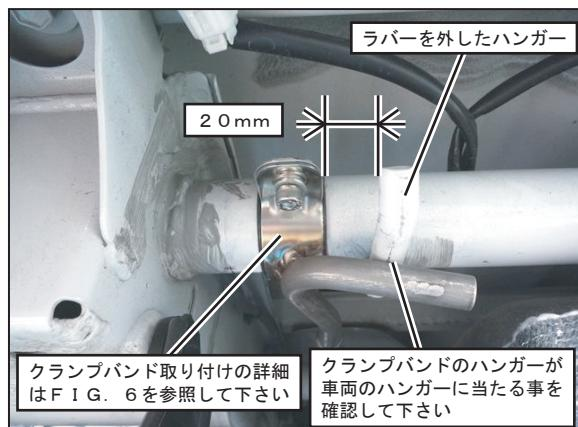

FIG. 5
9. ⑥クランプバンド#1と⑦クランプバンド#2を、FIG. 5, 6の図説を参考に、⑨クランプバンド用スペーサーラバー、⑩キャップボルトM6×15、⑪SUSワッシャM6、⑫スプリングワッシャM6、⑬フランジナットM6を使用して車両に取り付け、仮締めして下さい。 (FIG. 5, 6参照)